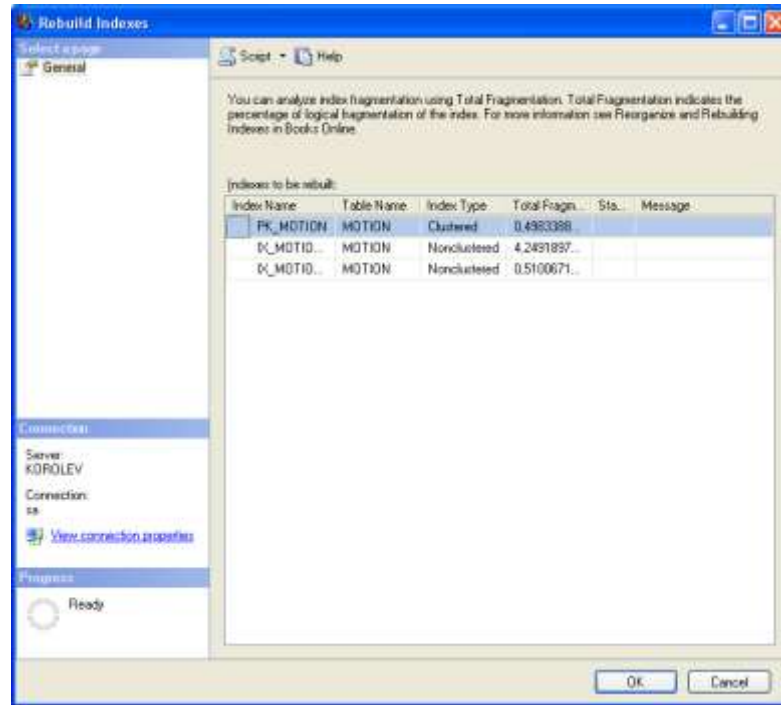

Рисунок 6 - Диалог перестройки индексов
4. В появившемся диалоге нажать «ОК» (см. Рисунок 6).